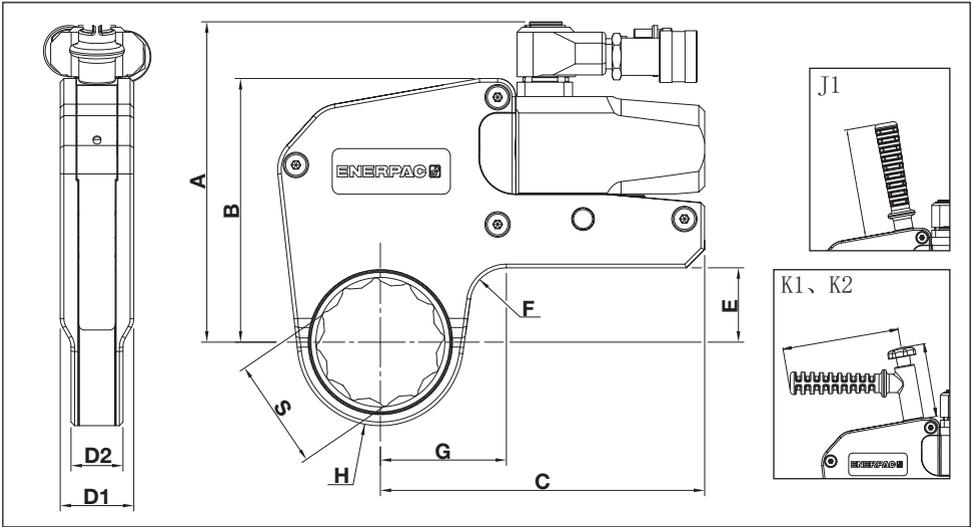

图 22
6.1 容量、尺寸和其他产品数据 (图 22)
6.2.1 公制表 - W2000SL 和 W4000SL UltraSlim 驱动盒 (尺寸 S、H、G 所代表的位置请参见图 22)
(尺寸 S、H、G 所代表的位置请参见图 22)